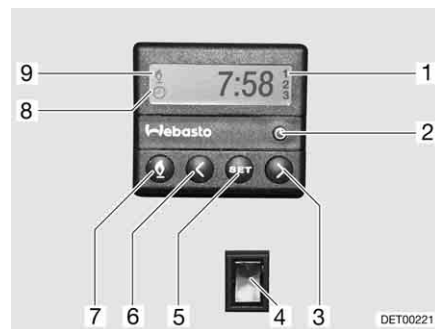

Bild 154 Bedieneinheit für Standheizung
- Taste (Bild 154,7) drücken. Der Heizbetrieb wird durch das Symbol (Bild 154,9) angezeigt. Das Gebläse wird erst bei einer Kühlwassertemperatur von 30 °C zugeschaltet.
- Taste (Bild 154,7) drücken. Das Symbol (Bild 154,9) erlischt.
- Schalter (Bild 154,4) unten drücken. Motor wird vorgewärmt. Das Gebläse wird sofort zugeschaltet.
- Schalter (Bild 154,4) oben drücken. Motor bleibt kalt.
- Taste (Bild 154,2) drücken. Die Uhrzeiteinstellung wird durch das Symbol (Bild 154,8) angezeigt.
- Mit den Tasten (Bild 154,3 und 6) die Uhrzeit einstellen.
- Taste (Bild 154,5) drücken.
- Innerhalb von 10 Sekunden mit den Tasten (Bild 154,3 und 6) die Einschaltzeit einstellen.
- Taste (Bild 154,5) so oft drücken, bis die gewünschte Programmnummer (Bild 154,1) im Display angezeigt wird.